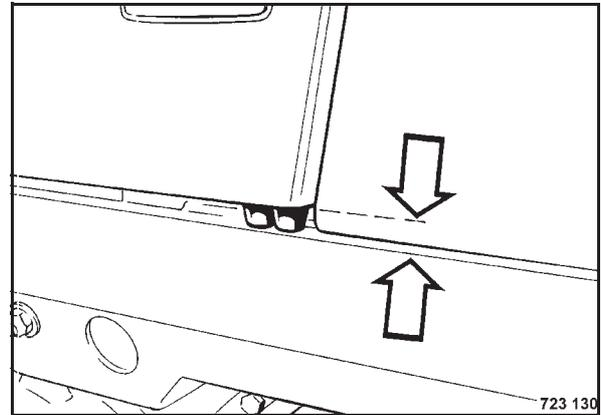

Bild 129
- Abstand Haubenunterkante - Rahmen (Bild 129) messen.